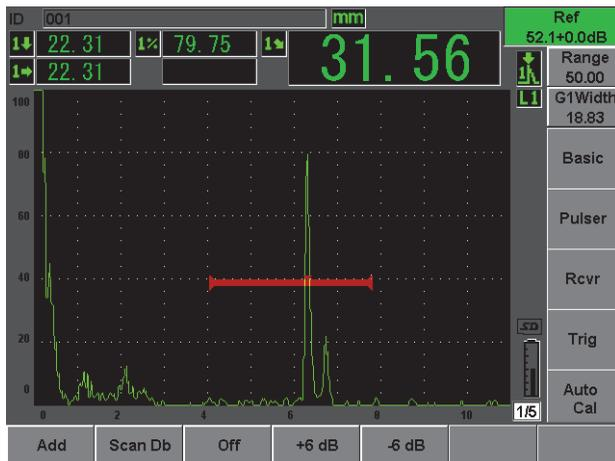

图 2-19 参考增益设置
4. 用闸门 1 捕获灵敏度孔或凹槽，设置灵敏度，按下 [**2ND F**]，（自动 XX%）键，将缺陷指示调整到 80% 满屏高，随后按 [**2ND F**]，（参考增益），设定参考增益（参见第 49 页的图 2-19）。